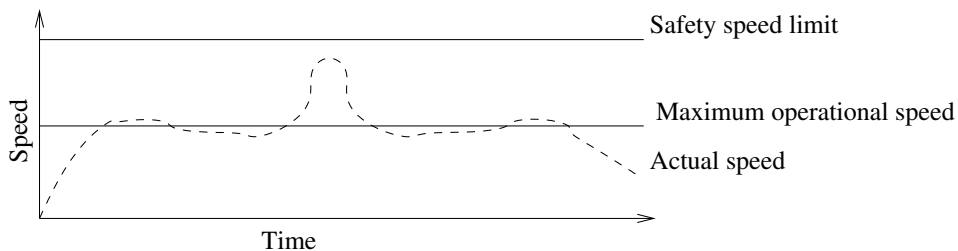

Figura 10.1: Exemplu toleranță de siguranță.
*Brațul Robot* folosește toleranțe integrate ce previn încălcarea siguranței. O toleranță de siguranță este diferența dintre limita de siguranță și valoarea operațională maximă. De exemplu, toleranța de viteză generală este  $-150\text{mm/s}$ . Aceasta înseamnă că utilizatorul configurează o limită de viteză de  $250\text{mm/s}$ , atunci viteza operațională maximă va fi de  $250 - 150 = 100\text{mm/s}$ . Toleranțele de siguranță previn încălcările de siguranță permișând în același timp fluctuații în comportamentul programului. De exemplu, când se lucrează cu o încărcătură grea, pot exista situații în care *Brațul Robot* trebuie să opereze scurt timp peste viteză operațională maximă normală pentru a urma o traiectorie programată. Un exemplu de astfel de situație este prezentat în figura 10.1.